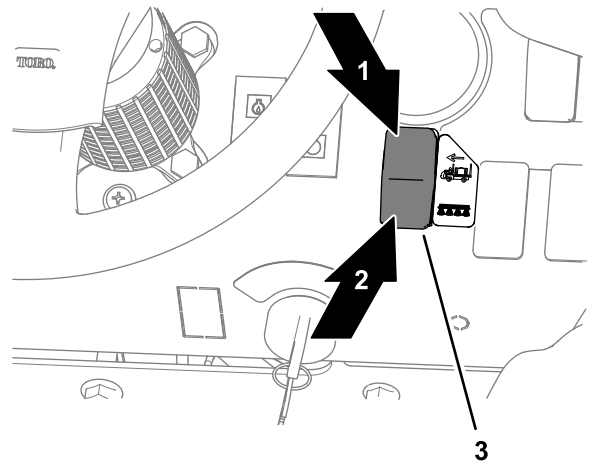

Figura 148
5. En el salpicadero de la máquina, presione el interruptor habilitar/transporte a la posición ENABLE MODE (Modo Habilitar) (Figura 148).